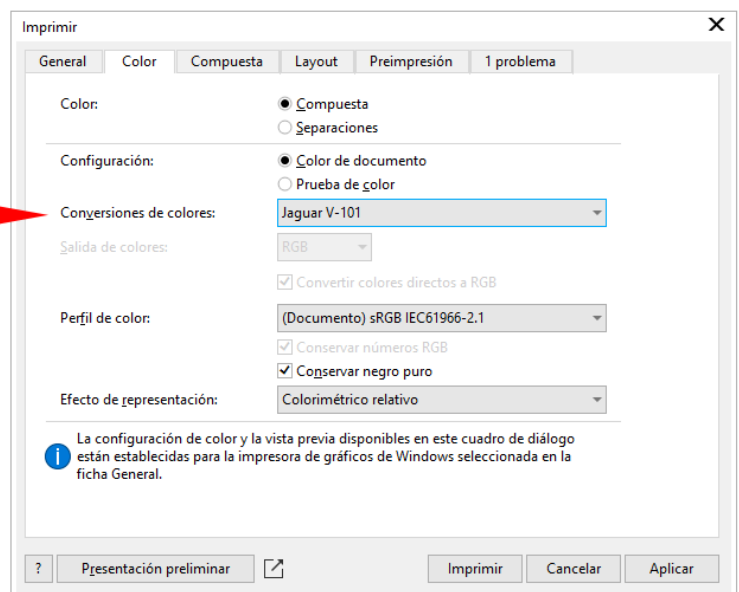

Figura A3-14
**Paso 1** Haga clic en la pestaña "Color" y vaya al cuadro "Conversiones de colores". Luego, seleccione el nombre del modelo de plotter de corte configurado (consulte la Figura A3-14).